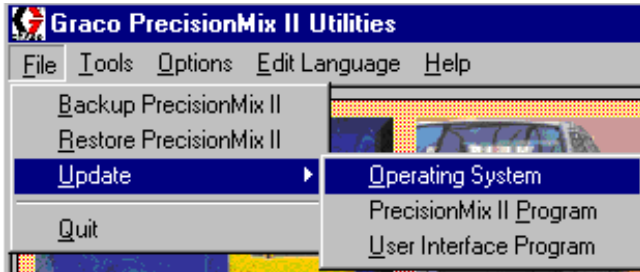

Fig. 13.19
1. Select **File** ► **Update** ► **Operating System**. See Fig. 13.19.